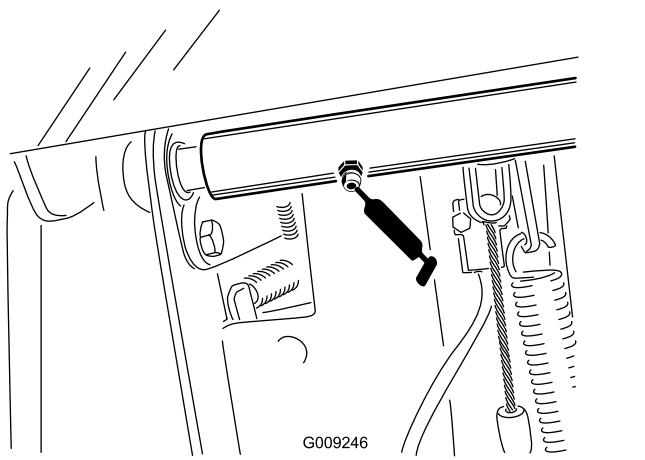

Figura 56
- 2 cuscinetti orientabili dell'albero del freno (Figura 56)